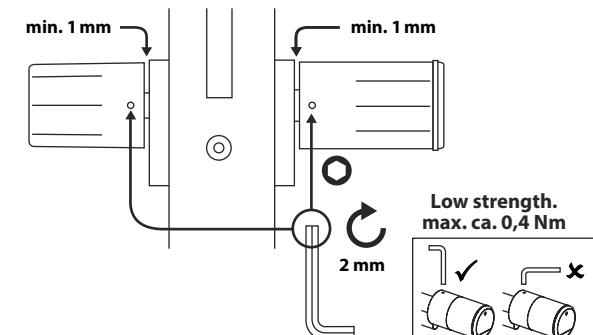

Abb. 6
- Schrauben Sie die Madenschrauben wieder in die beiden Knäufe (Abb. 6).